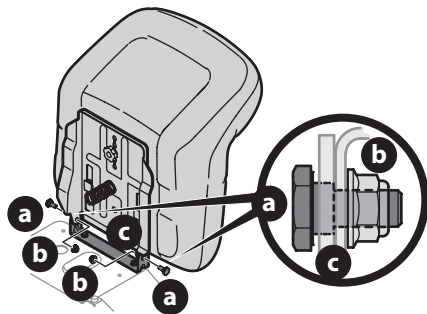

Figure 9
6. Fixez l'ensemble du siège avec les deux boulons à épaulement (a) et les contre-écrous (b) retirés précédemment (Figure 9).
REMARQUE : Assurez-vous que l'épaulement du boulon est entièrement encastré dans le support du siège avant de serrer le contre-écrou (Figure 9).